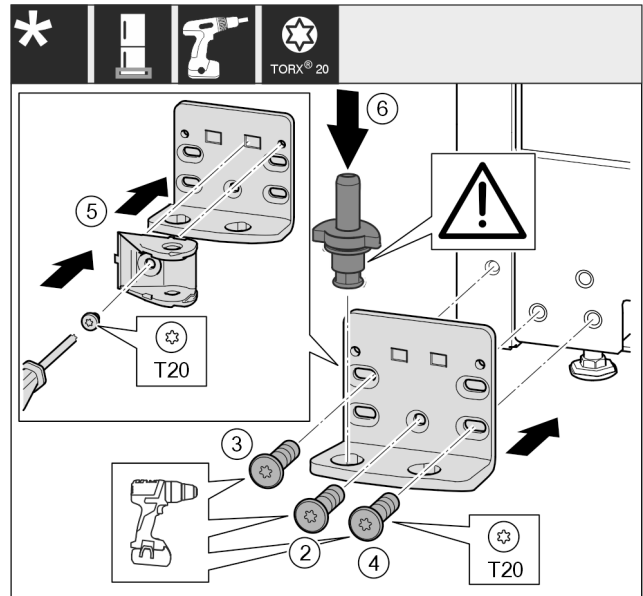

Fig. 47 *
- Lagerbock auf der anderen Seite ansetzen und mit Hilfe eines Schraubendrehers anschrauben. Mit der Schraube Fig. 47 (2) unten in der Mitte beginnen.*
- Schraube Fig. 47 (3) und Schraube Fig. 47 (4) festschrauben.*
- Schließdämpferverbindung Fig. 47 (5) um 180° drehen. Auf der anderen Seite des Lagerbocks mit Schraubendreher anschrauben.*
- Lagerbolzen Fig. 47 (6) komplett einsetzen. Dabei darauf achten, dass der Rastnocken nach hinten zeigt.*